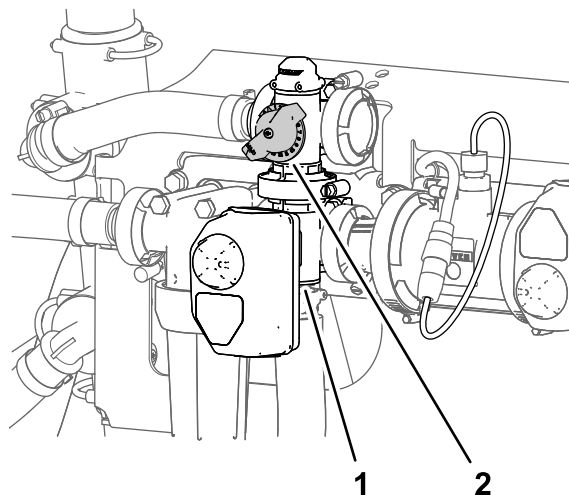

図 243
2. 攪拌バイパスバルブ 図 243 を操作して水圧計の読みが 689 kPa (100 psi) になるように調整する。